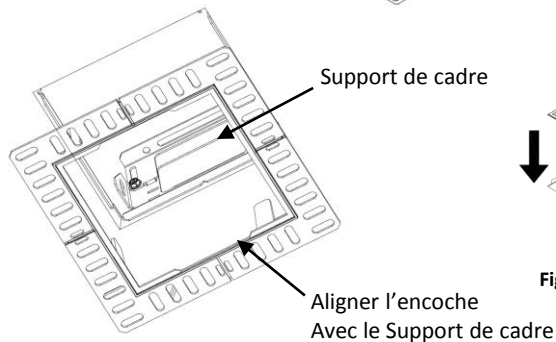

Fig. 3
STEP 3: When completely dry sand to a smooth finish and paint if desired. Remove **Plaster/Paint Shield**. See Fig. 3
ÉTAPE 3 : Une fois complètement sec, poncez pour obtenir un fini lisse et peignez si le cœur vous en dit. Retirez le **cache-plâtre ou cache-peinture**. Voir **Fig. 3**